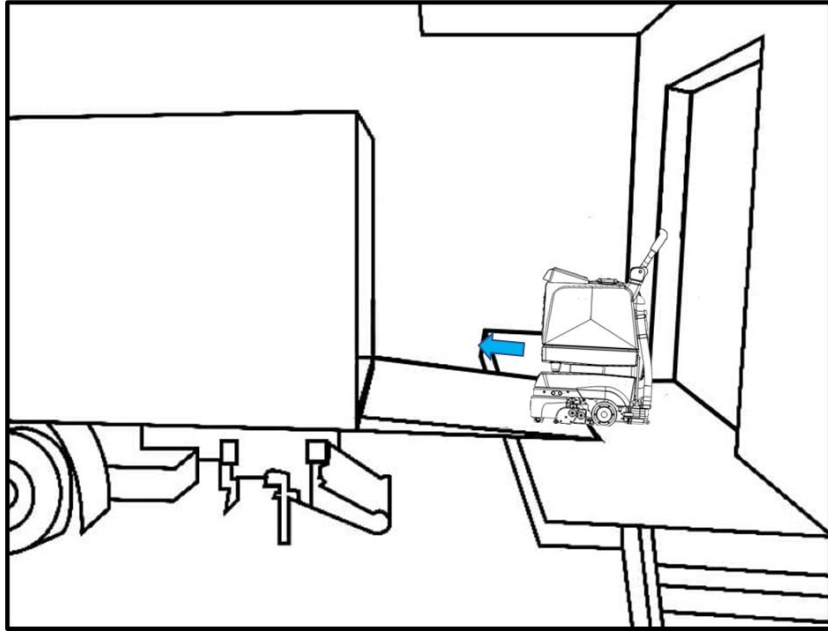

Fig. 4
- Lors du déplacement du R3 VAC sur une rampe hydraulique d'un camion (Fig. 4).